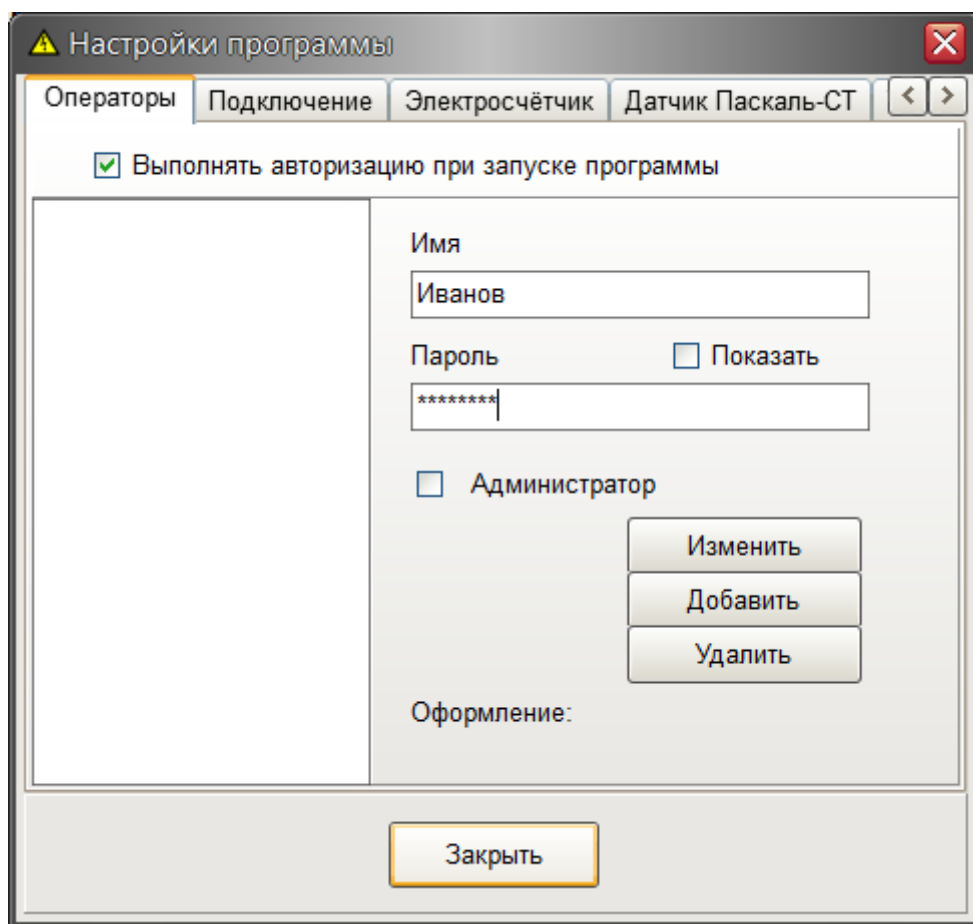

Рисунок 6 – Ввод имени операторов системы
6. В программе «Esafety2» выбрать меню **Настройки / Настройки программы**, откроется окно «Настройки программы» (рисунок 6). На вкладке «Операторы» ввести имена, пароль и права доступа всех сотрудников, работающих со стендом. Как правило, операторы стенда не имеют прав администратора в целях предотвращения изменений параметров тестов.